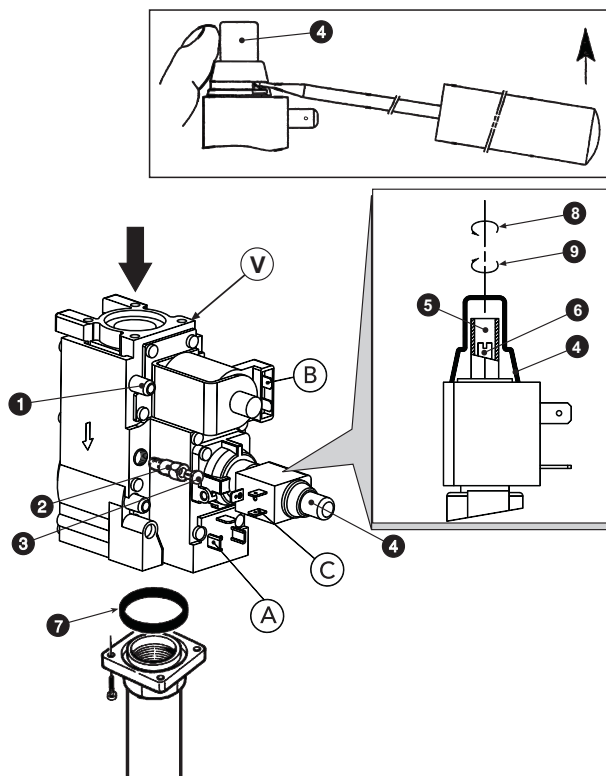

fig. 4 - Transformation du gaz d'alimentation
Les opérations de réglage de la pressions se font chaudière en marche et agissant sur le régulateur de pression installé sur les vannes gaz à 2 étages (voir fig. 4)
3. Retirer le couvercle de protection du régulateur de pression 4, fig. 4.
1. Tourner lentement la manette du thermostat de réglage dans le sens des aiguilles d'une montre jusqu'au 1er clic ; la vanne de gaz sera alimentée uniquement sur les connexions A et B (voir fig. 4).
2. Agir sur la vis 6, fig. 4 en s'assurant que la pression correspond aux valeurs de la table des données techniques, sez. 5.4.
1. Tourner la manette du thermostat de réglage sur la valeur maxi ; la vanne de gaz sera alimentée sur les connexions A, B et C (voir fig. 4).
2. Agir sur la vis 5, fig. 4 en s'assurant que la pression correspond aux valeurs de la table des données techniques, sez. 5.4.
2. Retirer le bouchon de la vanne de gaz 3 (fig. 4), visser sur la vanne le régulateur "STEP" d'allumage 2 contenu dans le kit de transformation et remettre le bouchon 3 sur le régulateur.
Effectuer les opérations ci-dessus en ayant soin de retirer le régulateur "STEP" d'allumage 2 de fig. 4 de la vanne de gaz; le bouchon 3 fig. 4 doit être monté directement sur la vanne.